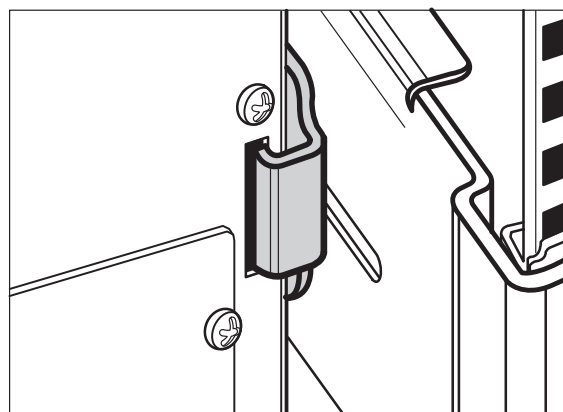

Рисунок 24. Установка заднего кронштейна крепления
15. Вставьте два задних кронштейна крепления на направляющих в слоты, расположенные в задней части шкафа (рисунок 24).